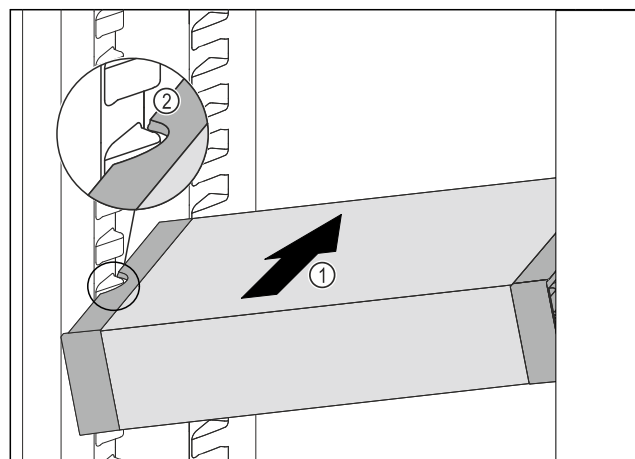

Fig. 118
- ▶ VarioSafe schräg in das Kühlteil einschieben Fig. 118 (1), bis sich die seitlichen Aussparungen Fig. 118 (2) des VarioSafes auf Höhe der Behälterrippe im Kühlteil befinden.